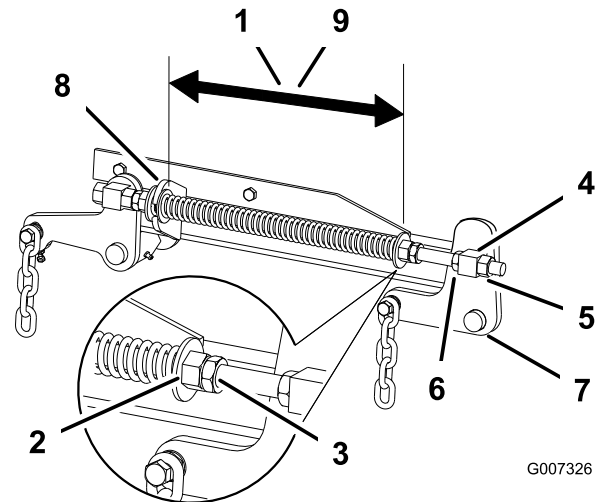

Figura 64
2. Compruebe la distancia entre las dos arandelas grandes, que debe ser de 28,2 cm (11-1/8 pulg.) para plataformas de cortacésped de 52 pulgadas, o 26,7 cm (10-1/2 pulg.) para plataformas de cortacésped de 60 pulgadas (Figura 64).
3. Ajuste esta distancia aflojando la contratuerca elástica y girando la tuerca que está delante de cada muelle (Figura 64). Gire la tuerca en el sentido de las agujas del reloj para acortar el muelle y en el sentido contrario a las agujas del reloj para alargar el muelle.
4. Fije la tuerca en la posición deseada apretando la contratuerca elástica (Figura 64).